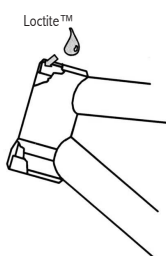

Fig.2
5. Streichen Sie etwas Loctite™ auf den oberen Lagersitz. (**Fig. 2**)
5. Tragen Sie Loctite™ auf den oberen Lagersitz auf (**Fig.2**)